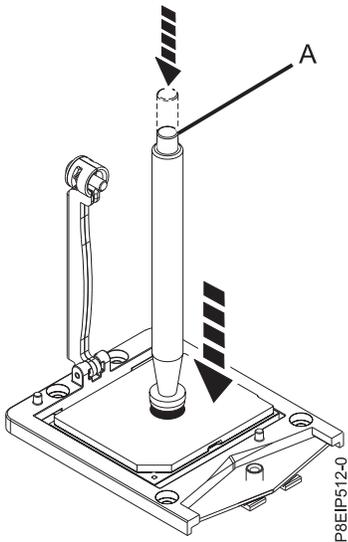

Figura 36. Abaixando a ferramenta de remoção no módulo de processador do sistema
7. Abaixar a ferramenta de pinça a vácuo no módulo de processador do sistema a ser instalado. Pressione totalmente a parte superior da pinça (**A**) e segure-a no centro do módulo de processador do sistema, conforme mostrado na Figura 36. Libere a parte superior da caneta para fixá-la no módulo do processador do sistema.